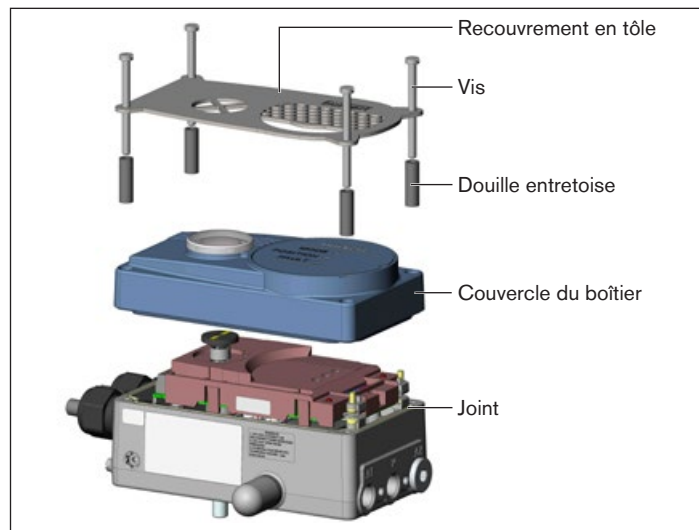

Fig. 4 : Montage/démontage du recouvrement en tôle et du couvercle du boîtier d'après l'exemple du type 8791
- Poser le recouvrement en tôle avec les vis et les douilles entretoises (voir « Fig. 4 »).
- Serrer les vis (4) à fond à la main jusqu'en butée.